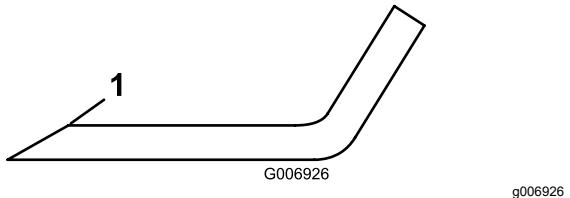

図 103
研磨する。研磨は刃先の上面だけを行い、刃の元々の角度を変えずに刃先を鋭利にする図 103。
6. 刃先に摩耗や欠けがある場合には研磨するが、研磨は刃先の上面だけを行い、刃の元々の角度を変えないように十分注意する図 103。